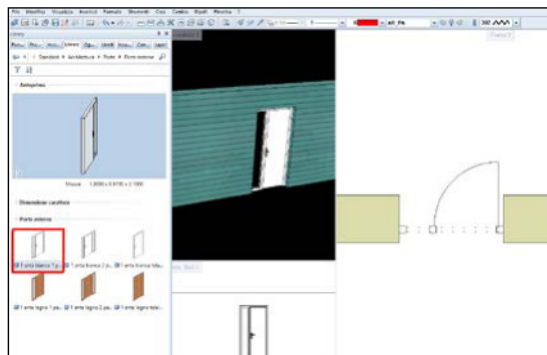

Fig. 57
- A questo punto bisogna cliccare sopra la porta scelta e si aprirà nel progetto, selezionando poi gli estremi dell'apertura porta, essa si adatterà alla bucatura, dandoci la porta desiderata (Fig. 57).